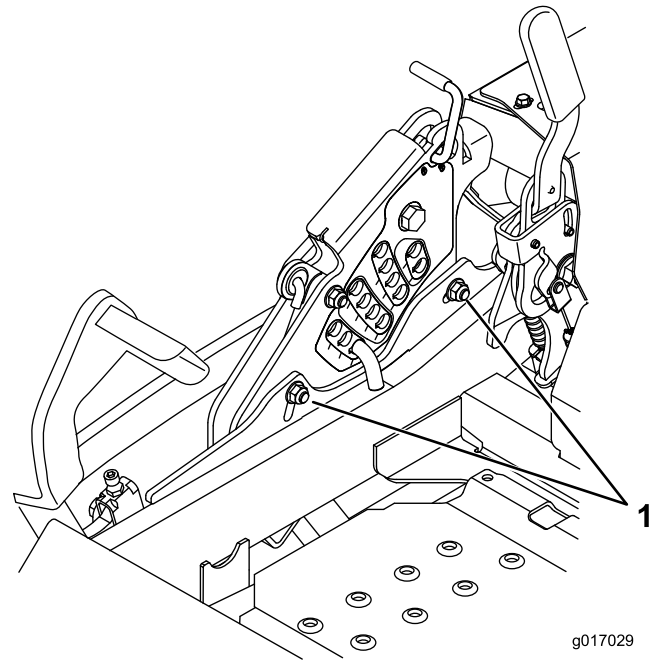

Figura 87
12. Per agire sull'impianto di regolazione da un punto unico, allentate i 2 bulloni alla base della piastra dell'altezza di taglio. Vedere Figura 87.
14. Serrate i 2 bulloni alla base della piastra dell'altezza di taglio (Figura 87). Serrate a 37-45 Nm.